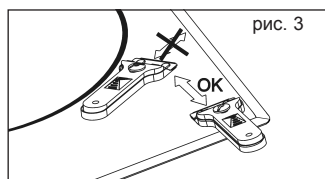

рис. 3
**!** При неправильной работе со скребком лезвие может сломаться, и его фрагмент может застрять между стеклом и окружающей его окантовкой. В таком случае не пытайтесь вытащить осколок руками, воспользуйтесь плоскогубцами или ножом с тонким лезвием. (См. рис. 3)